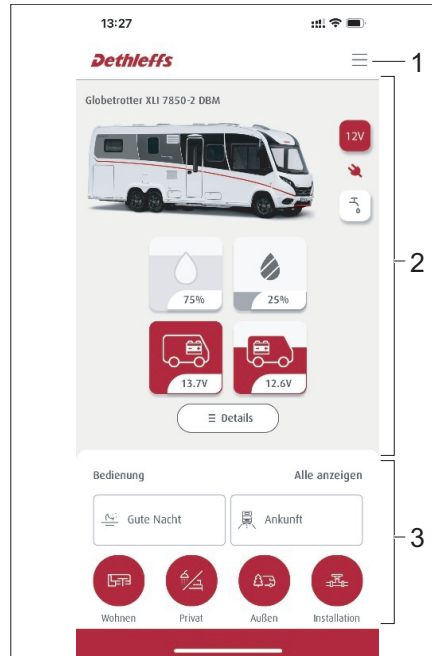

Bild 281 Aufbau der Dethleffs Connect App
- Menü-Bereich (Bild 281,1)
- Informationen zum Fahrzeug (Bild 281,2)
- Bereich Bedienungen und Szenarios (Bild 281,3)